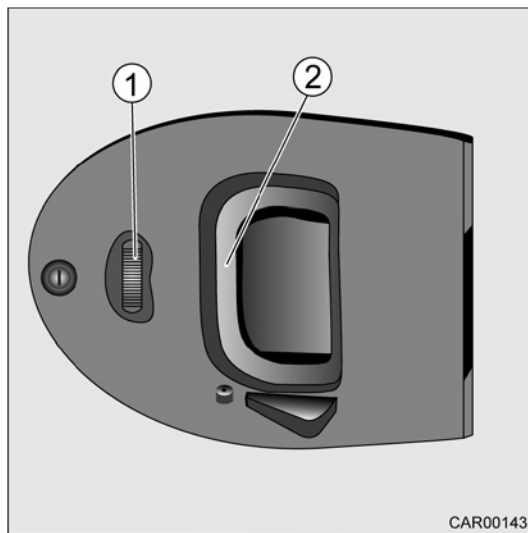
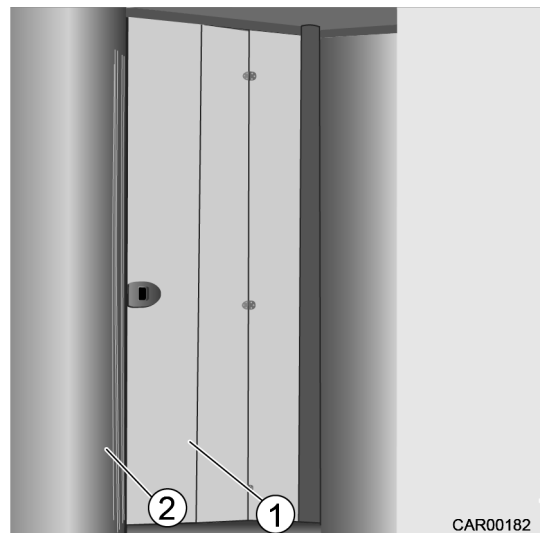

Fig. 110 Ferrures de la porte coulissante (séparation)
Fig. 111 Porte coulissante, fermée
1. Appuyer sur le bouton de verrouillage (Fig. 110/1) pour déverrouiller la porte coulissante (Fig. 111/1).
2. Sortir la porte coulissante (Fig. 111/1) avec la poignée (Fig. 110/2) jusqu'à ce qu'elle encliquette.
3. Raccorder la porte coulissante (Fig. 111/1) à la poignée de la penderie (Fig. 111/2).